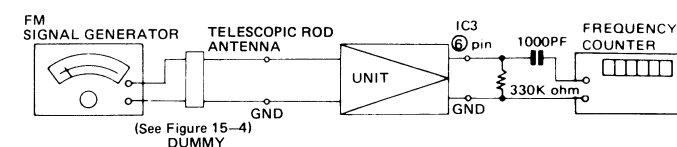

Figure 15-3
- As shown in Figures 15-3 and 15-4, make connection of instrument.
- Réaliser le raccordement de l'instrument comme l'indique la Figures 15-3 et 15-4.